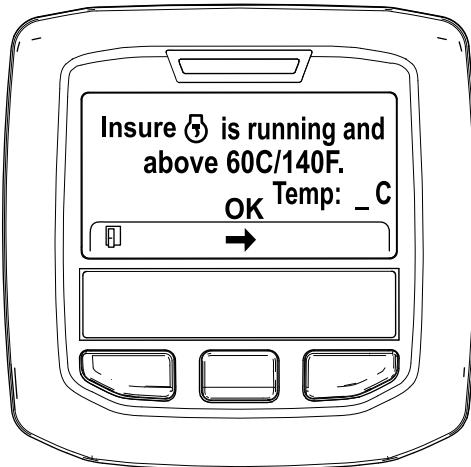

Figura 29
- Se a temperatura do líquido de refrigeração for inferior a 60°C, surge a mensagem “Insure is running and above 60°C/140°F” (Confirme que está a trabalhar e acima de 60°C/140°F) (Figura 29).